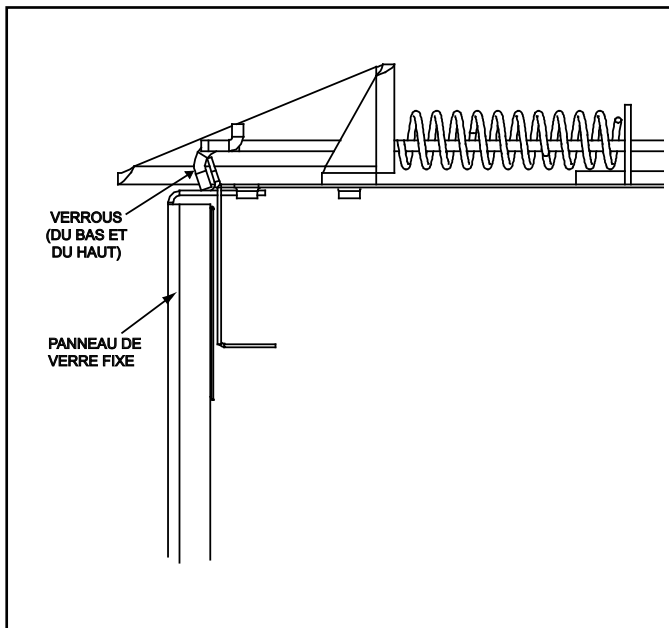

Figure 11.1 Panneau de verre fixe
- Sortez les quatre verrous du panneau de verre fixe hors de la gorge du cadre. Enlevez la porte vitrée du poêle. Voir la figure 11.1.
- Remettez la porte vitrée du poêle en place. Tirez et verrouillez les quatre verrous du panneau de verre dans la gorge du cadre de la vitre. Voir la figure 11.1.